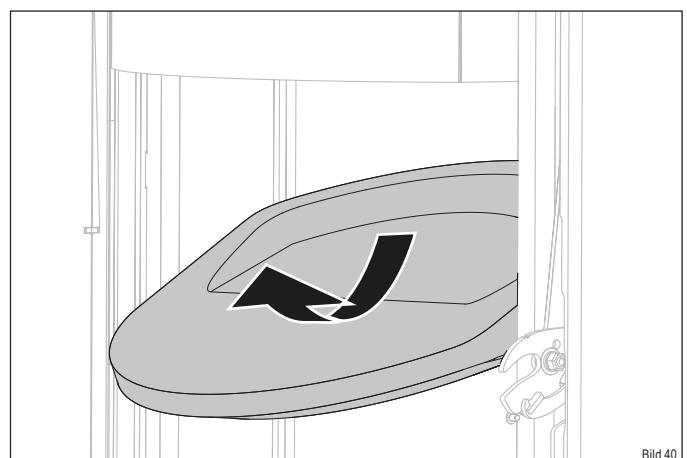

Bild 40
- Nehmen Sie den oberen Thermostein vorsichtig, wie abgebildet, aus der Halterung (Bild 40).